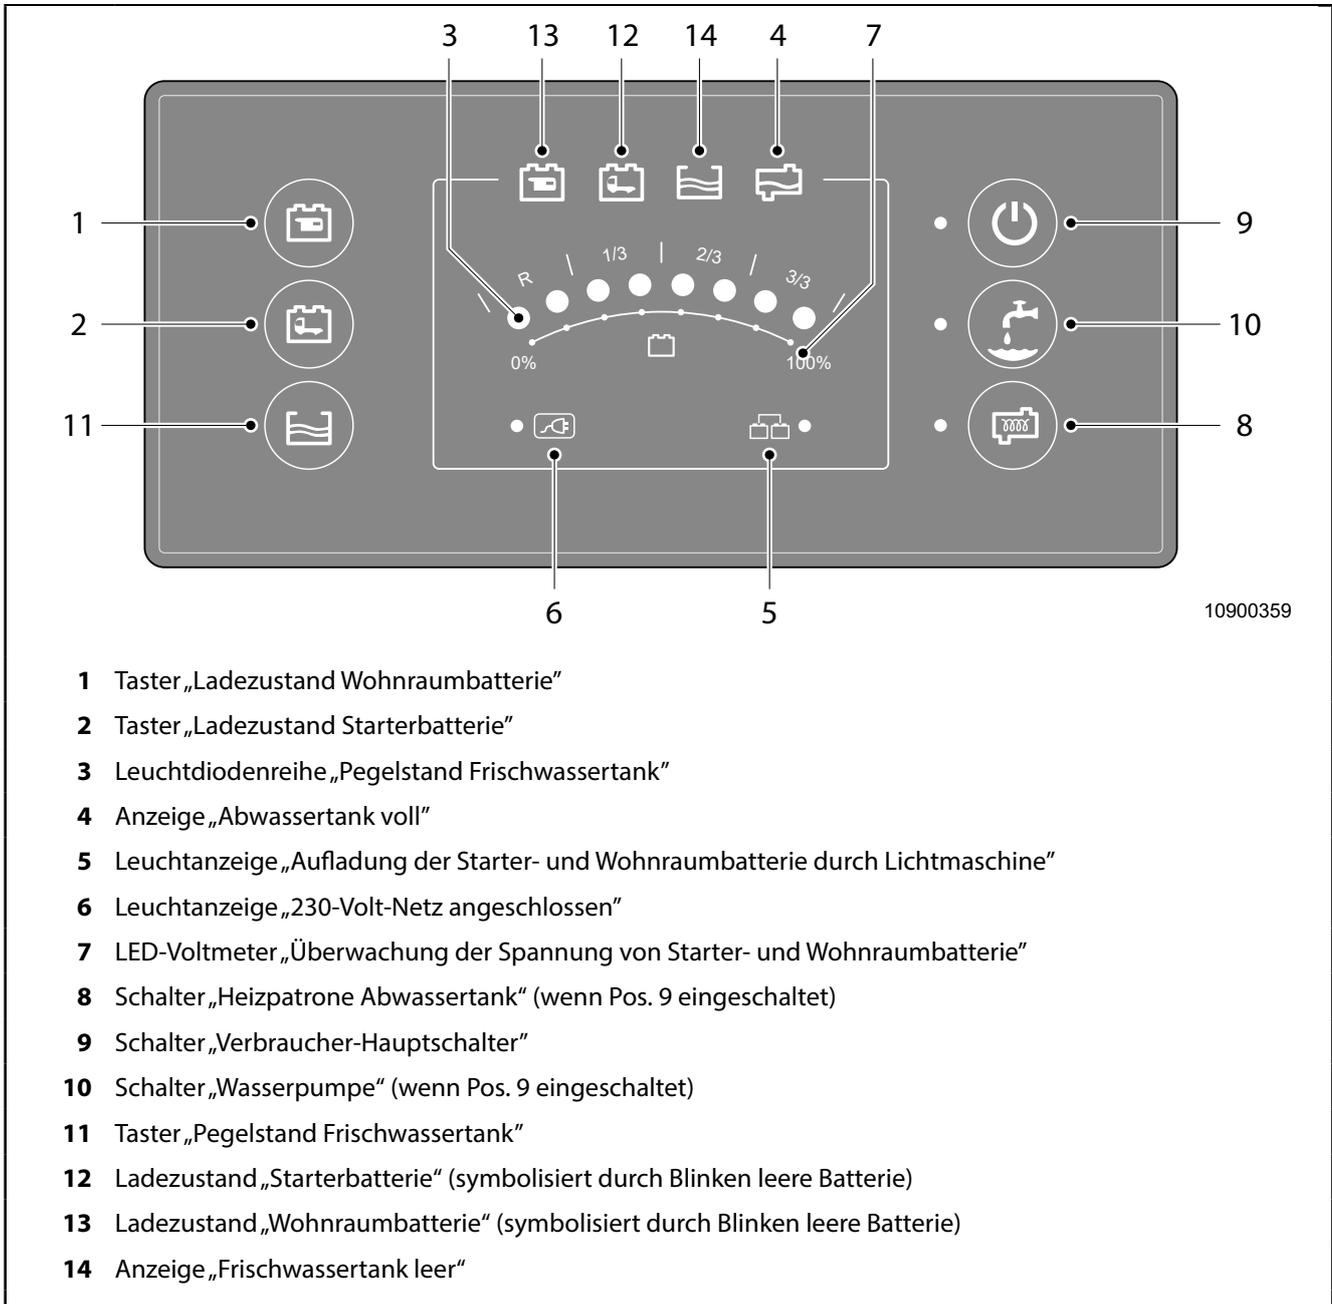

Abb. 40 Bord-Control
1. Wasserpumpe (Abb. 40, Pos. 10) am Bord-Control ausschalten.
Die 12-Volt-Stromversorgung kann am Bord-Control durch den Verbraucher-Hauptschalter 12-Volt-Anlage (Abb. 40, Pos. 9) ein- und ausgeschaltet werden.
Die Zusatzbatterie befindet sich unter dem Fahrer- oder Beifahrersitz. Das dazugehörige Ladegerät ist modellabhängig entweder im Kleiderschrank oder unter der Sitzgruppe untergebracht. Somit verfügt das Reisemobil über eine eigenständige 12-Volt-Stromversorgung. Der Ladezustand der Starterbatterie sowie der Zusatzbatterie kann durch Betätigung des entsprechenden Tasters (Abb. 40, Pos. 2 bzw. 1) an der Leuchtdiodenreihe (Abb. 40, Pos. 7) am Bord-Control abgerufen werden.
Es ist empfehlenswert, die Zusatzbatterie **mindestens 18 Stunden** vor Gebrauch mit dem Ladegerät aufzuladen. Dazu muss der Hauptschalter (Abb. 40, Pos. 9) eingeschaltet sein.
Während des Ladevorganges sind alle elektrischen Verbraucher auszuschalten, um eine schnelle und optimale Ladung zu erreichen. Den Ladevorgang können Sie mit Hilfe des Tasters (Abb. 40, Pos. 1) und der Leuchtdiodenreihe (Abb. 40, Pos. 7) am Bord-Control kontrollieren.
Die gesamte 12-Volt-Anlage ist über den Hauptschalter (Abb. 40, Pos. 9) am Bord-Control schaltbar. Leuchtet die Kontrolllampe rechts neben dem Schalter nicht auf, ist die 12-Volt-Anlage außer Betrieb. Die elektrische Versorgung des Kühlschranks bei 12-Volt-Betrieb, der Deckenbeleuchtung und der Heizung bleibt jedoch erhalten.
Über das serienmäßig eingebaute Bord-Control können die elektrischen 12-Volt-Verbraucher Heizung Abwassertank (Abb. 40, Pos. 8) und Wasserpumpe (Abb. 40, Pos. 10) sowohl einzeln über den entsprechenden Schalter als auch insgesamt über den Verbraucher-Hauptschalter 12 Volt (Abb. 40, Pos. 9) ein- bzw. ausgeschaltet werden.
Über das Bord-Control kann sowohl der Ladezustand Starterbatterie (Abb. 40, Pos. 2) und der Ladezustand Zusatzbatterie (Abb. 40, Pos. 1) als auch der Pegelstand Frischwassertank (Abb. 40, Pos. 3) über den entsprechenden Taster abgefragt werden.
Ein voller Abwassertank wird durch eine rote LED (Abb. 40, Pos. 4) angezeigt.
Durch Betätigen des Verbraucher-Hauptschalters 12 Volt (Abb. 40, Pos. 9) können diese Verbraucher für ca. 1 Minute noch einmal eingeschaltet werden, danach erfolgt die Abschaltung dieser Verbraucher wieder automatisch. Bei einer Spannung größer 12 Volt, werden die Verbraucher automatisch wieder zugeschaltet.
- ☞ Bei längerer Abwesenheit den Hauptschalter (Abb. 40, Pos. 9) am Bord-Control ausschalten.
3. Wasserpumpe über Schalter (Abb. 40, Pos. 10) oder Hauptschalter (Abb. 40, Pos. 9) am Bord-Control ausschalten.